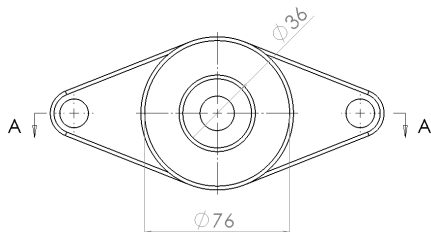

图 12-26 打开工程图文件
(1) 单击常用工具栏中的【打开】按钮，打开一幅工程图文件，如图 12-26 所示。